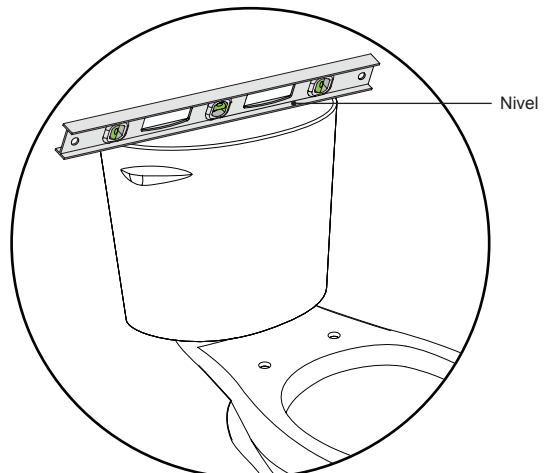

Figura 12
- 6 Cuando termine, coloque un nivel en la parte superior del tanque (Figura 12). El tanque debe estar al mismo nivel. Si no lo está, haga los ajustes necesarios en este momento.